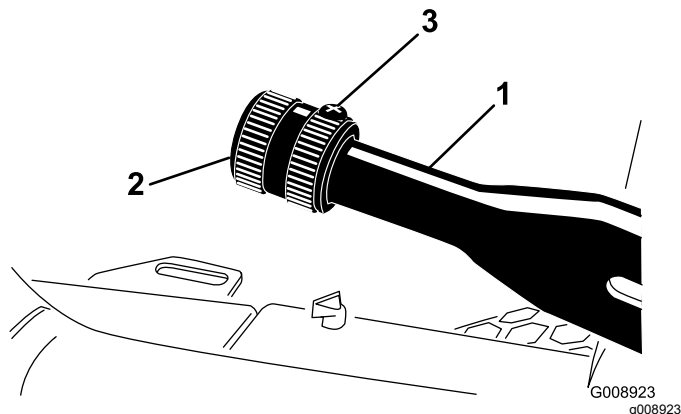

Bild 82
2. Lösen Sie die Stellschraube, mit der das Handrad am Feststellbremshebel befestigt ist (Bild 82).